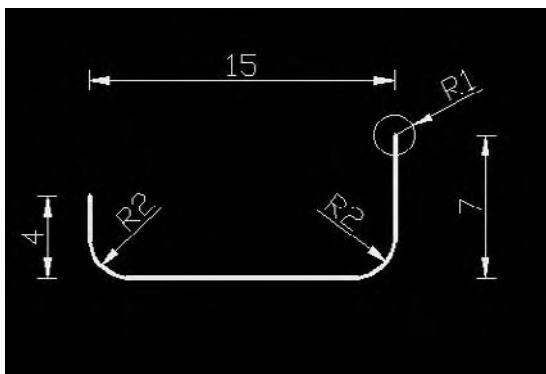

Fig.4.10
- 4 Dessinez en 2D le cercle et la polyligne pour créer la clenche (fig.4.10).